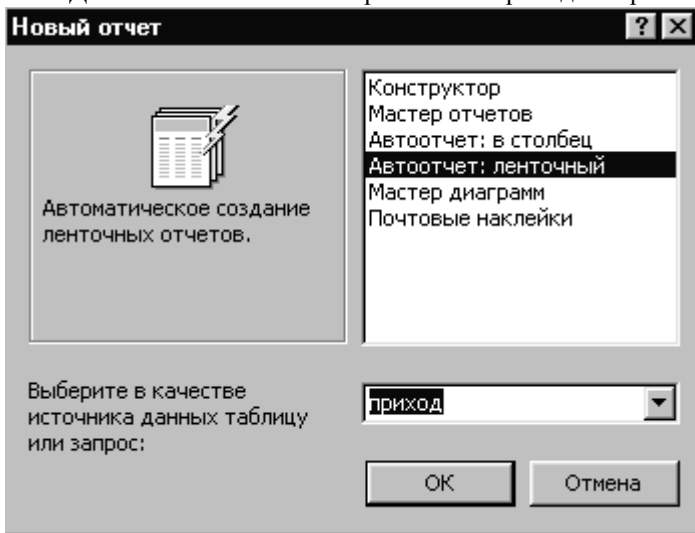

Рис. 64. Диалоговое окно создания нового отчета
6.1. Простейший отчет по приходу. Войдем в раздел «Отчеты» окна базы данных и нажмем клавишу «Создать». На экране появится диалоговое окно «Новый отчет» (рис. 64). В диалоговом окне выберем «Автоотчет: ленточный», а в качестве источника данных возьмем таблицу «приход» и нажмем кнопку «ОК». Отчет готов! Сохраним его под именем «приход_подробный». Откроем отчет в режиме конструктора и проведем ряд корректировок (отчет так же, как и форма, является контейнером для элементов управления). Во-первых, уберем поле номера с